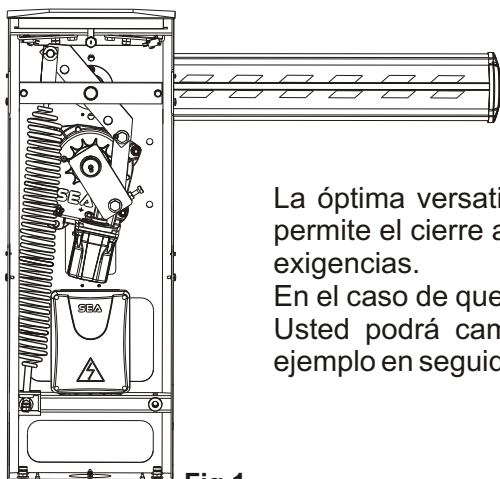

Fig.1
N.B.: El actuador se suministra de serie como en Fig. 1 (con cierre a derecha).
Barrera con cierre a derecha (Fig. 1)